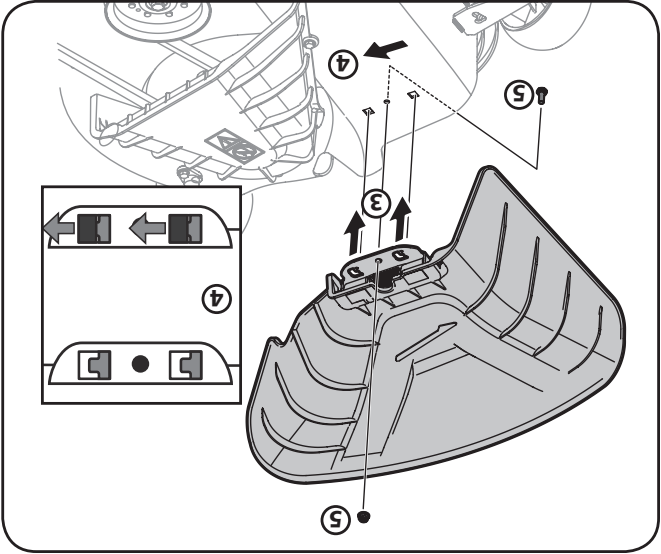

Figure 3-6
6. Fixez la goulotte d'éjection en place avec l'écrou autobloquant à bride et le boulon hexagonal retirés à l'étape 2. Serrez-les à un couple de 102-124 po-lb. Voir Figure 3-6.
4. Placez la goulotte d'éjection sur le plateau de coupe en insérant les pattes de la goulotte d'éjection dans les trous du plateau de coupe. Voir Figure 3-6.
5. Lorsque les pattes sont insérées dans les trous du plateau de coupe, glissez la goulotte d'éjection vers l'arrière de l'appareil jusqu'à ce que le trou du boulon sur la goulotte d'éjection s'aligne avec le trou du plateau de coupe. Voir Figure 3-6.